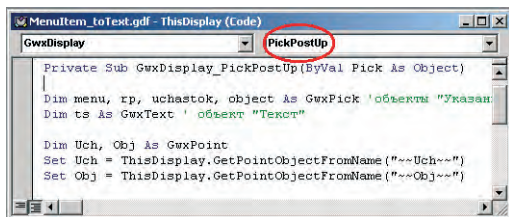

Рис. 7. Выбор события PickPostUp
4. Настроить ещё один сценарий, запуск которого будет производиться при возникновении события **PickPostUp** (рис. 7), происходящего в момент, когда пользователь отпустил клавишу мыши после щелчка на графическом объекте **GraphWorX32**, имеющем динамическое действие «**Указание и щелчок**». При этом в зависимости от значения локальной переменной, идентифицирующей пункт меню, назва-